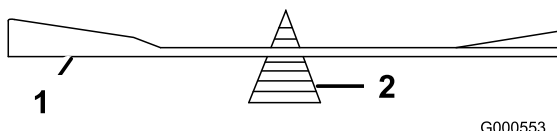

Figura 58
2. Controllate l'equilibrio della lama posizionandola su un bilanciatore (Figura 58).